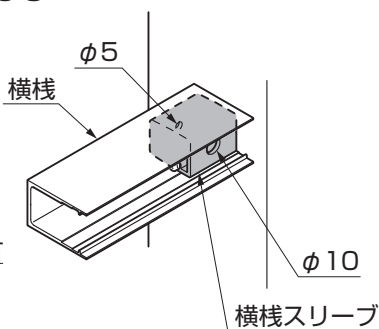

図6-5
- 汎用形材を横棧に取付けの際、横棧スリーブを避けて取付けてください。(※2)横棧スリーブを避けられない場合は図6-5を参考に加工してください。